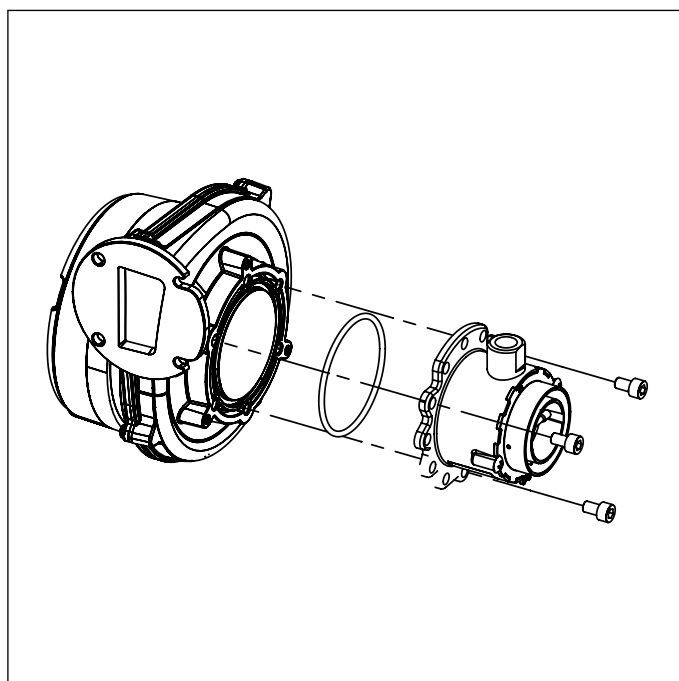

Рис. 37 Змішувач
- Зняти змішувальний вузол, відкрутивши три гвинта з циліндричною головкою(дивись Рис. 37 Змішувач).